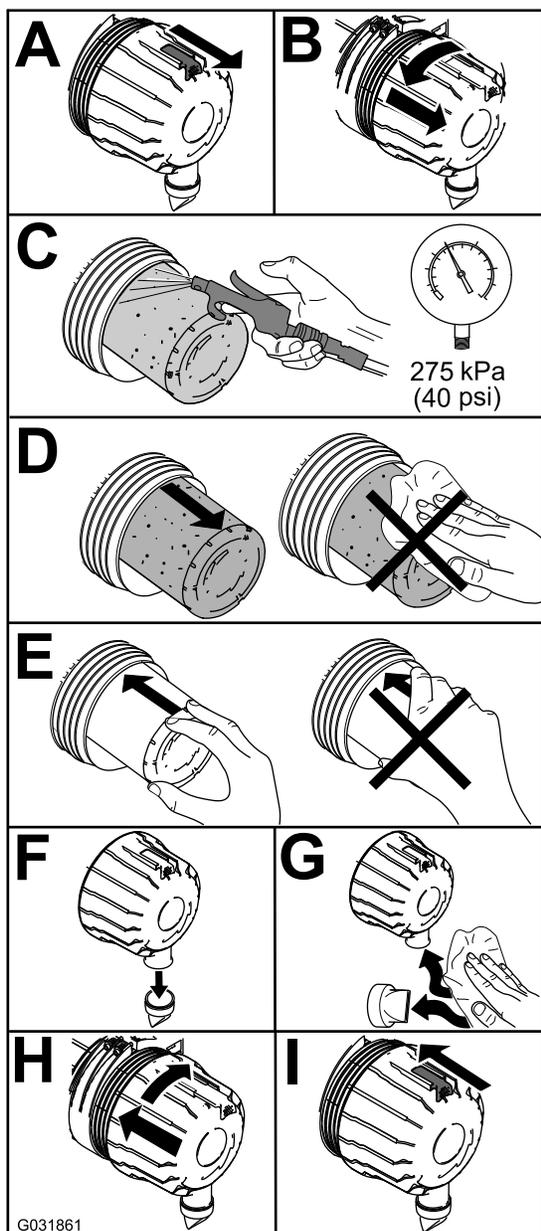

Рисунок 55
1. Замените воздухоочиститель (Рисунок 55).